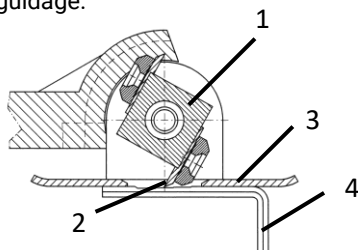

Fig. 9 : Réglage des couteaux
- > Remplacez le couteau (2 – Fig. 9) si nécessaire.
- > Tournez le cylindre (1 – Fig. 9) de manière à ce que le couteau dépasse au maximum à travers la plaque de guidage (3 – Fig. 9).
- > Placez la clé Allen (4 – Fig. 9) sur la plaque de guidage de sorte que l'encoche ayant la profondeur de coupe souhaitée se trouve sous la lame.